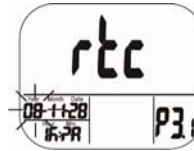

Fig. 13: Ajuste del año
- Pulse SET para entrar en el modo P 3.1. Año actual parpadea (Fig. 13). Para cambiar el mes, pulse LOG / ▲ o MIN / MAX ▼ .